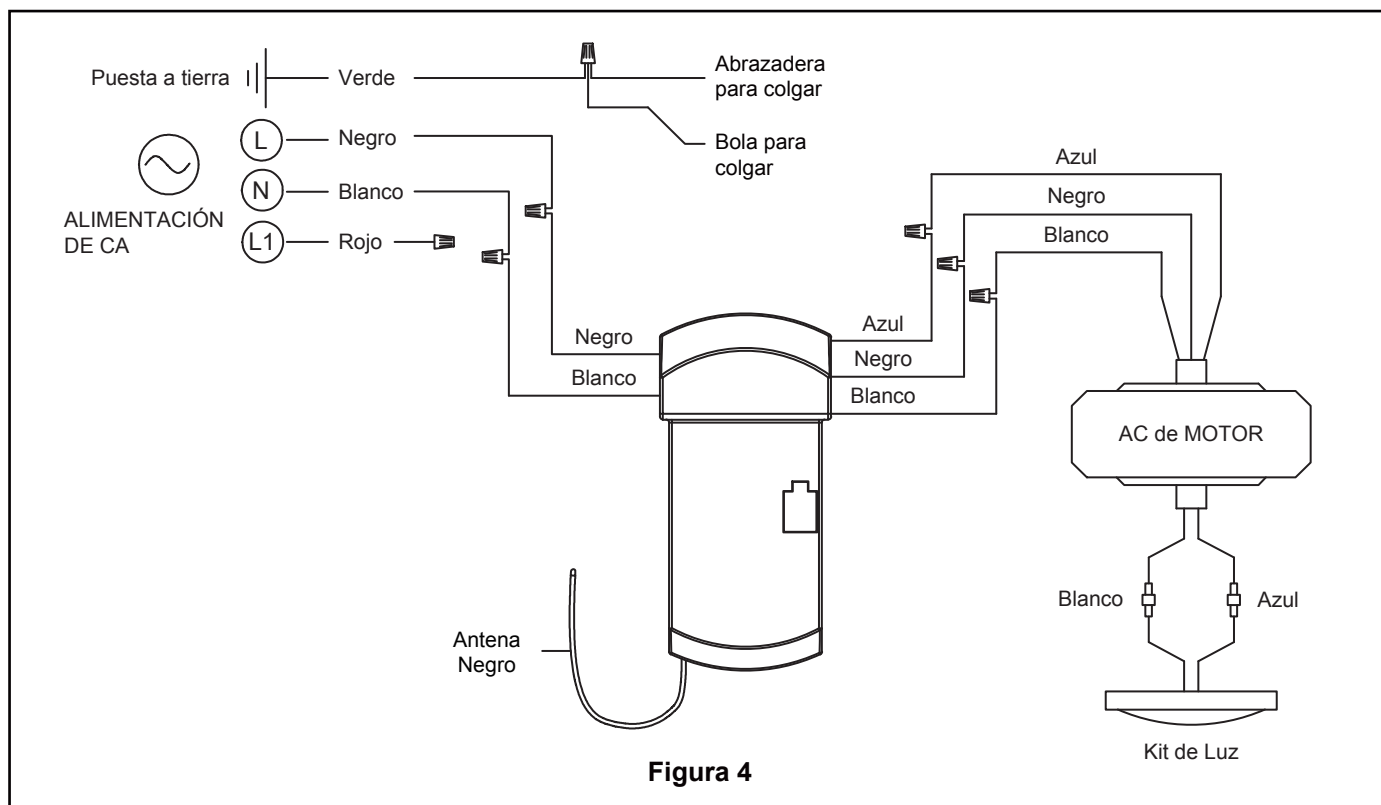

Figura 4
- ☐ 4. Levante cuidadosamente el ventilador y coloque el ensamble de la bola para colgar/varilla en la abrazadera para colgar que acaba de fijar a la caja de salida. Asegúrese de que la ranura de la bola esté alineada con la lengüeta de la abrazadera para colgar. (Figura 4)
- ☐ 5. Fije el cable de seguridad al cable de soporte para techo. Deslice la abrazadera de cables por el cable de seguridad (del ventilador). Pase el extremo del cable a través del aro que forma el cable de soporte para techo. Tire lo más posible del cable a través del aro. Inserte el extremo del cable en el orificio de la abrazadera y ajuste firmemente el tornillo. (Figura 4)
3. Conecte los conductores verdes de la abrazadera para colgar, bola para colgar y conductor verde del suministro (puesta a tierra) con el conector de cables. Conecte el conductor negro de la unidad receptora marcado "AC IN L" al conductor negro de alimentación con el conector de cables. Conecte el conductor blanco de la unidad receptora marcado "AC IN N" al conductor blanco de alimentación con el conector de cables. Conecte el conductor blanco de la unidad receptora marcado "TO MOTOR N" al conductor blanco del ventilador con el conector de cables incluido con la unidad receptora. Conecte el conductor negro de la unidad receptora marcado "TO MOTOR L" al conductor negro del ventilador con el conector de cables que se adjunta con la unidad receptora. Finalmente, conecte el conductor azul de la unidad receptora al conductor azul de la iluminación del ventilador con el conector de cables que se adjunta con la unidad receptora. (Figura 4)